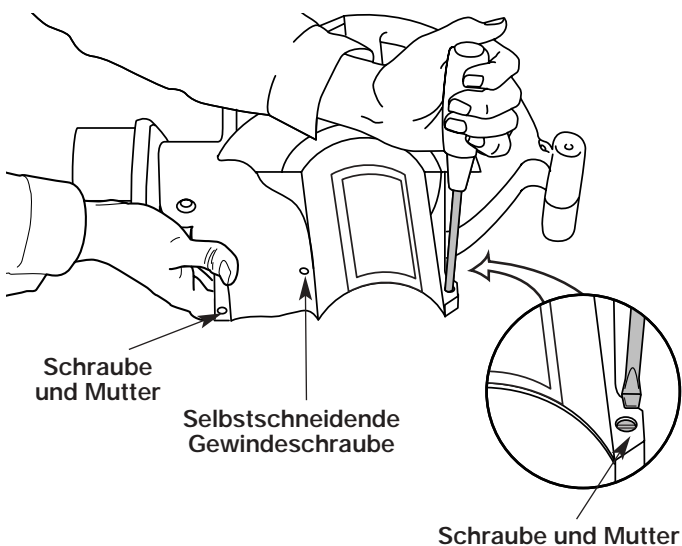

Abb. 2
3. Die 2 (zwei) Schlitzschrauben T20 Torx 8-32 x 3/4" in die rechte Seite des Motorgehäuses und die 2 (zwei) Muttern in die linke Seite des Motorgehäuses einsetzen (Abb. 2).
5. Die 2 (zwei) übriggebliebenen selbstschneidenden Gewindeschrauben mit Schlitz T20 Torx 8-16 x 3/4" an beiden Seiten des Gehäuses anbringen (Abb. 2). Die Schrauben gut, aber nicht zu fest anziehen.